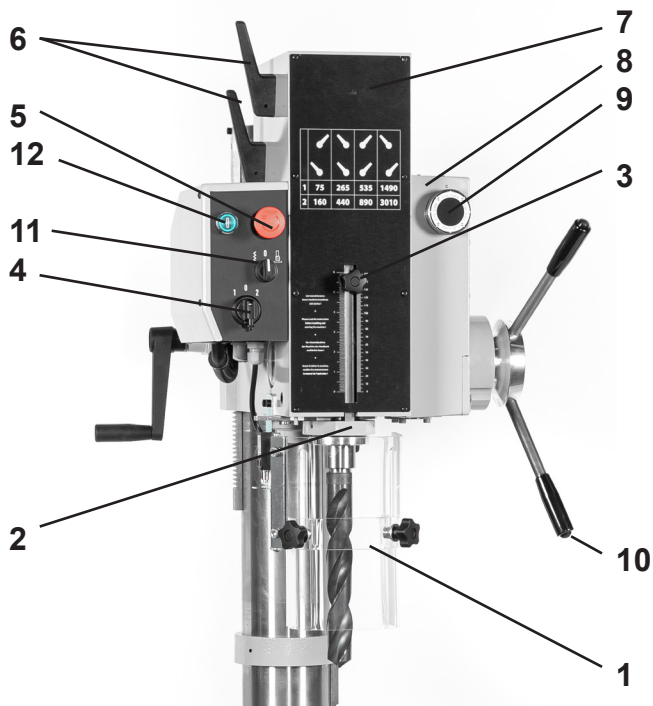

Figure 8 - Tête de broche
L'emplacement du bouton d'arrêt d'urgence (5) de la machine est présenté en figure 8. L'arrêt d'urgence doit être utilisé en cas de danger afin d'arrêter la machine le plus rapidement possible.